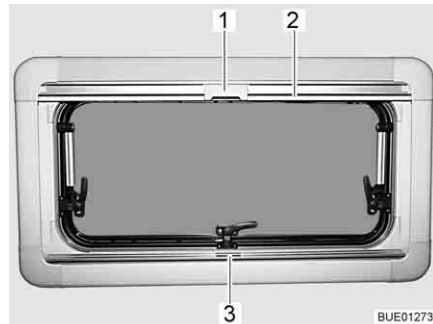

Fig. 118 Fenêtre projetante
- Saisir le dispositif occultant plissé par le centre de la barre-poignée (Fig. 118,3), le tirer du bas vers le haut et le relâcher à la hauteur voulue. Le dispositif occultant plissé reste alors à cette hauteur.
- Tirer la moustiquaire par la barre-poignée (Fig. 118,2) vers le bas jusqu'à ce qu'elle entre en contact avec celle du dispositif occultant plissé (Fig. 118,3).
- Verrouiller le cran (Fig. 118,1) de la moustiquaire avec la barre-poignée du dispositif occultant plissé.
- Presser le cran (Fig. 118,1) en haut de la moustiquaire vers l'arrière.
- Ramener lentement la moustiquaire en arrière au moyen de la barre-poignée (Fig. 118,2).